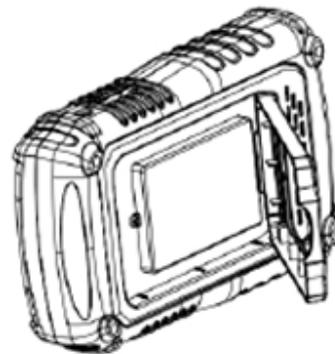

Figure 2
2. Tirez sur la béquille d'appui et retirez le couvercle de la batterie. Comme indiqué sur la figure 2.